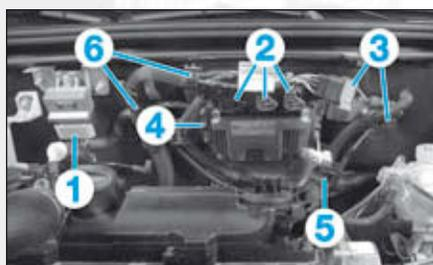

FIG.69
- le connecteur (1) du boîtier de préchauffage (Fig.69),
- les connecteurs (2) du calculateur contrôle moteur,
- les connecteurs (3),
- le câble de masse (4).
- le faisceau électrique en (5),
- le faisceau électrique en (6),